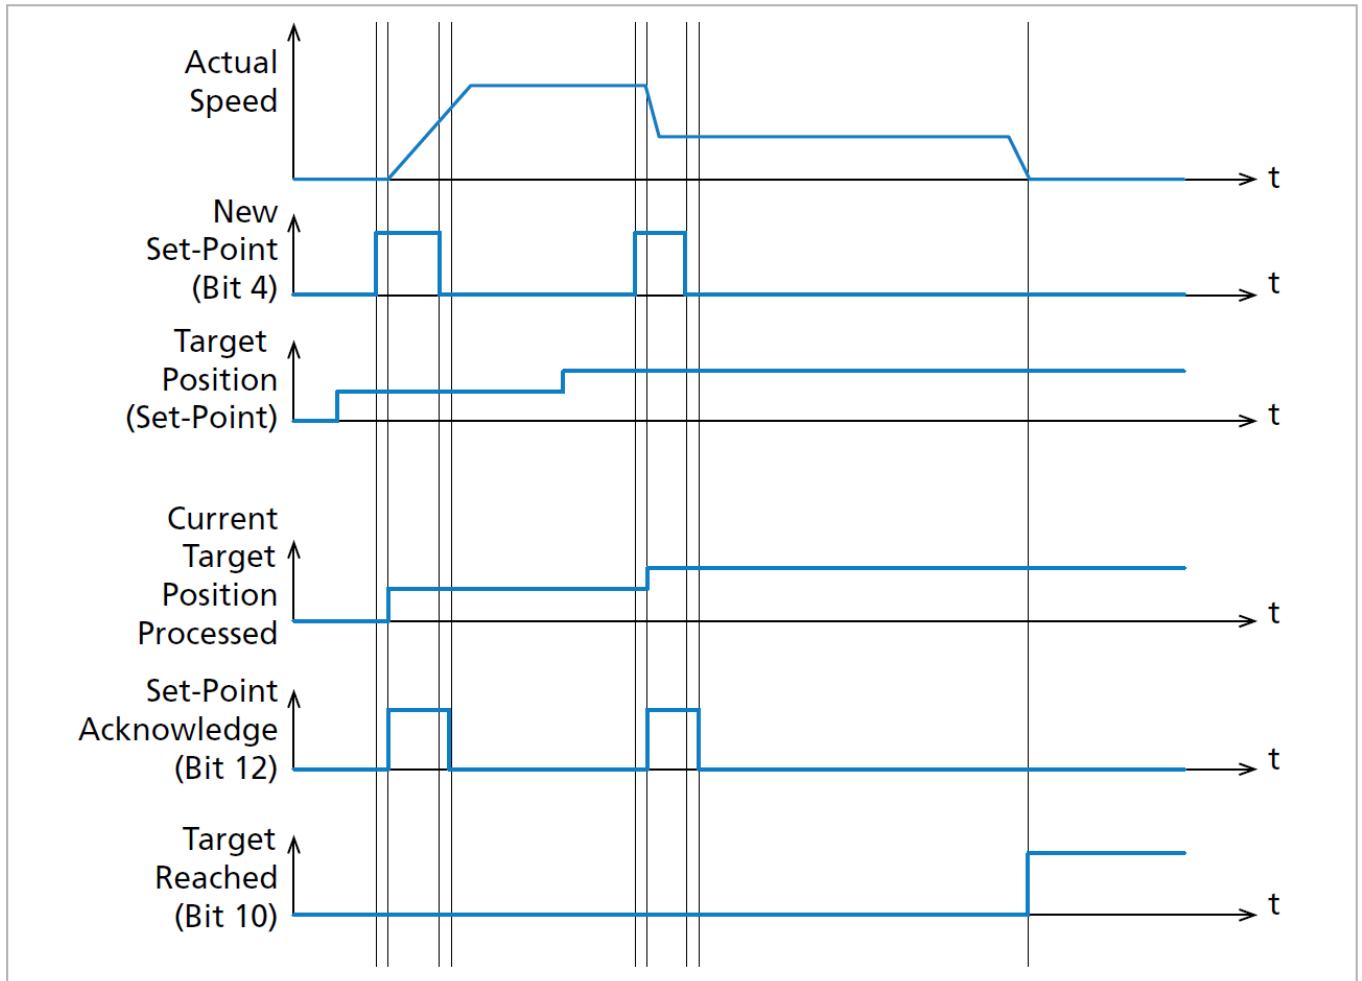

図18: 一連の設定値のハンドシェイク手順。各設定値は直ちにロードされます。
-  この例では（図18を参照）、加速または速度に関する命令が新しい設定値で報告されました。これは速度プロファイル（Actual Speed）の変化によって証明されます。